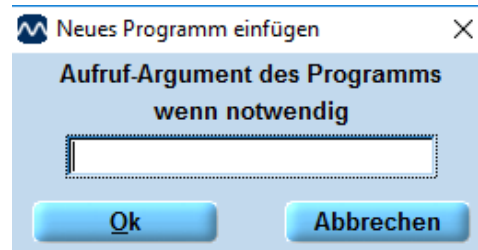

Abbildung 25
4. Es erscheint das folgende Fenster. Wenn ein Argument für das Programm erforderlich ist, geben Sie den Code hier ein und klicken Sie auf **OK** (Abbildung 25).